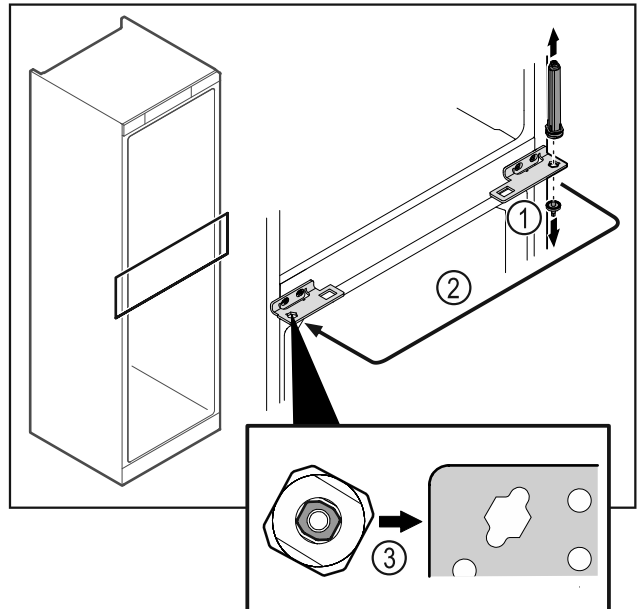

Fig. 44
- Skru av hengselbolten Fig. 44 (1).
- Flytt dørlukkesystemet Fig. 44 (2).
- Vær oppmerksom på korrekt justering av dørlukkesystemet Fig. 44 (3) ved innsetting.